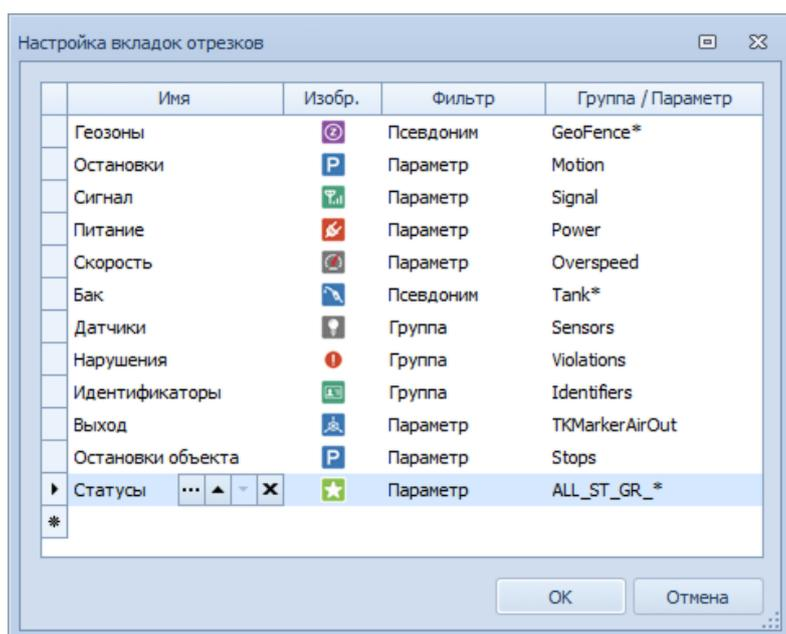

Рис.75. Настройка вкладки «Статусы»
1. Нажмите правую кнопку мыши в таблице модуля «**Отрезки**» и выберите пункт «**Настройка вкладок отрезков...**». Далее, используя созданные параметры «Все статусы группы 0» и «Все статусы группы 7», настройте вкладку «**Статусы**» для отображения данных (**Рис.75**):